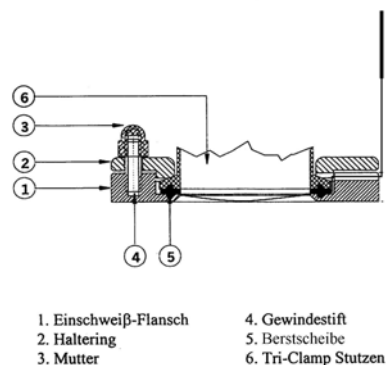

Abb. 1: Einbausituation
1. Legen Sie die Berstscheibe mit nach oben zeigendem Typenschild in die Nut des Haltereinlasses (Abb. 1). Das Typenschild der Berstscheibe sollte oberhalb der im Einschweiß Flansch verlaufenden Nut verlaufen.
2. Positionieren Sie den auslaßseitigen Tri-Clamp Stutzen gemäß Abb. 1. Versichern Sie sich, daß die Ein- und Auslaßseitigen Nuten passend mit der Dichtung der Berstscheibe positioniert sind.